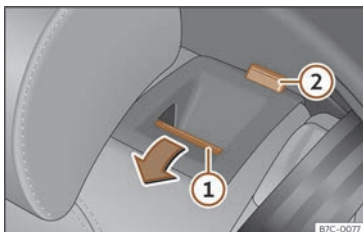

Fig. 90 Banquette arrière : rabattre le dossier.
- Appuyez sur la touche de déverrouillage >>> **fig. 90** (1) vers l'avant en abaissant simultanément le dossier. Le dossier arrière est débloqué quand le repère rouge est visible sur la touche (2).